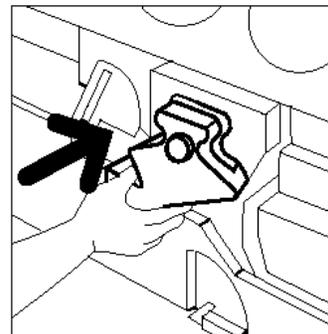

**Abb. 25: Neuen Behälter
- 8** Den neuen Entwicklersammelbehälter aus der Verpackung nehmen (s. Abb. 25).